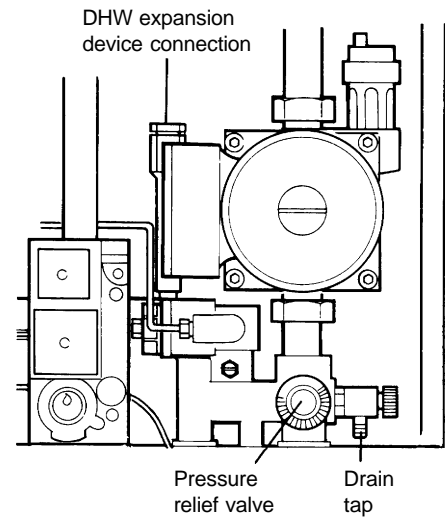

Fig. 32
8.28 PRESSURE RELIEF VALVE OR DHW INLET MANIFOLD - Fig. 32
8.29 DRAIN TAP - Fig. 32